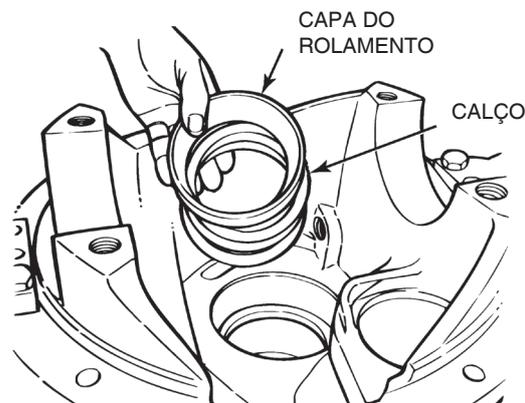

Figura 5.6
- B. Instale a quantidade adequada de calços na sede da capa do rolamento interno do pinhão trativo. Figura 5.6.
- C. Coloque a capa na sede. Figura 5.6.